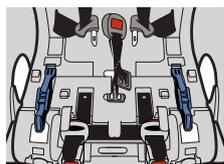
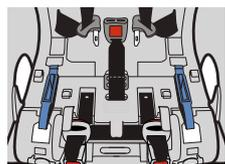

Figure 27
Figure 28
- Prenez la partie la plus longue de la sangle d'entrejambe et insérez-la dans la fente de la Sangle d'Entrejambe extérieure, tel qu'illustré dans la **Figure 27**. Assurez-vous que le bouton de déverrouillage rouge de la boucle fait face à l'extérieur du siège, tel qu'illustré dans la **Figure 28**.